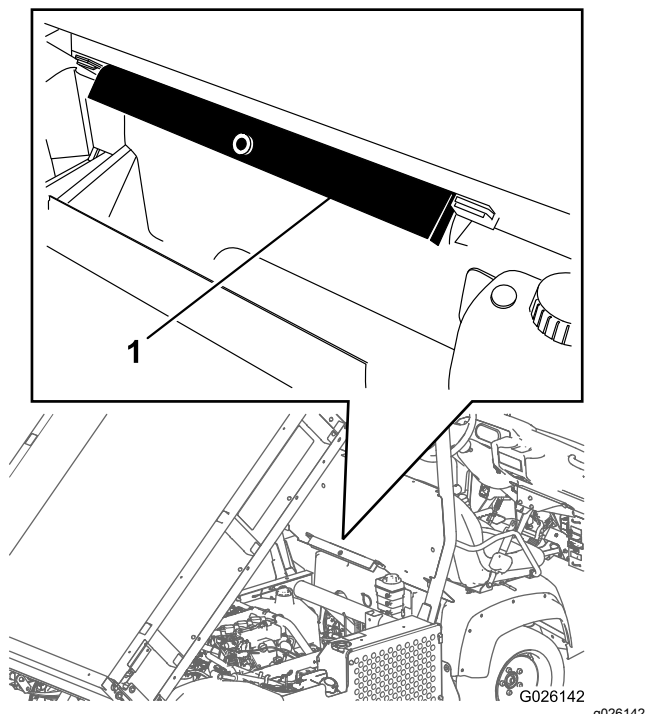

Figura 28
2. Rimuovete il supporto del pianale dalle staffe di stoccaggio sulla parte posteriore del pannello del ROPS (Figura 28).